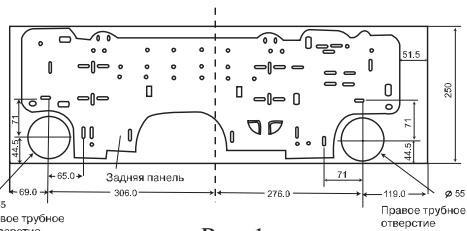

Рис. 1
- Проделайте трубное отверстие ( $\varnothing$  55) в стене с небольшим наклоном вниз в направлении внешней стороны. Центр отверстия должен определяться в соответствии с рис. 1.